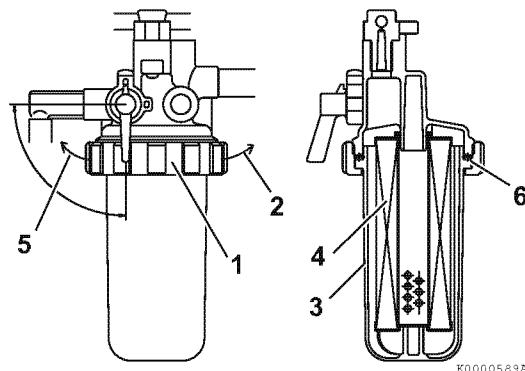

Рисунок 14
3. Вращайте крепежное кольцо (1, Рисунок 14) влево (5, Рисунок 14).
4. Осторожно снимите чашку (3, Рисунок 14). Вылейте топливо в разрешенную емкость и утилизируйте надлежащим образом отходы. Держите чашку за дно с помощью технической салфетки, чтобы предотвратить капание топлива. Немедленно вытирайте все пролитое топливо.
5. Извлеките топливный фильтр (4, Рисунок 14), потянув его вниз.
8. Проверьте состояние кольцевого уплотнения (6, Рисунок 14). При необходимости замените.
9. Установите чашку на установочный фланец и вращайте крепежное кольцо (1, Рисунок 14) вправо (2, Рисунок 14). Затяните только рукой.